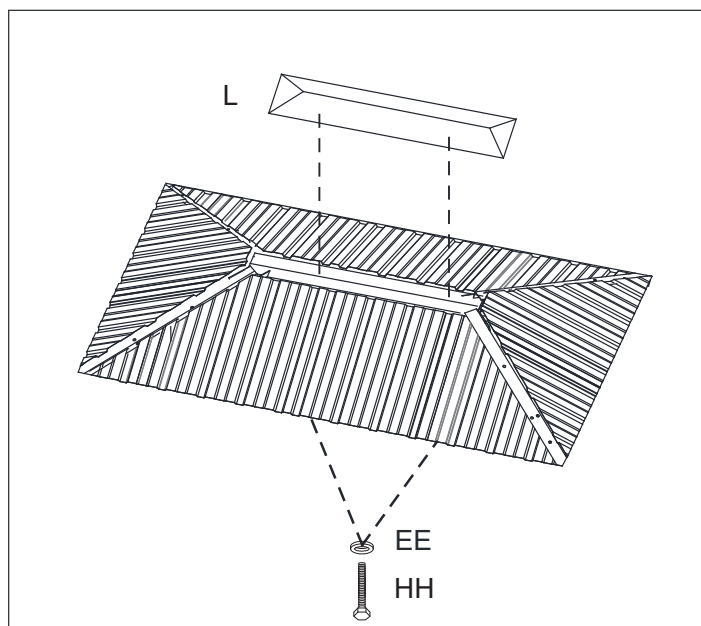
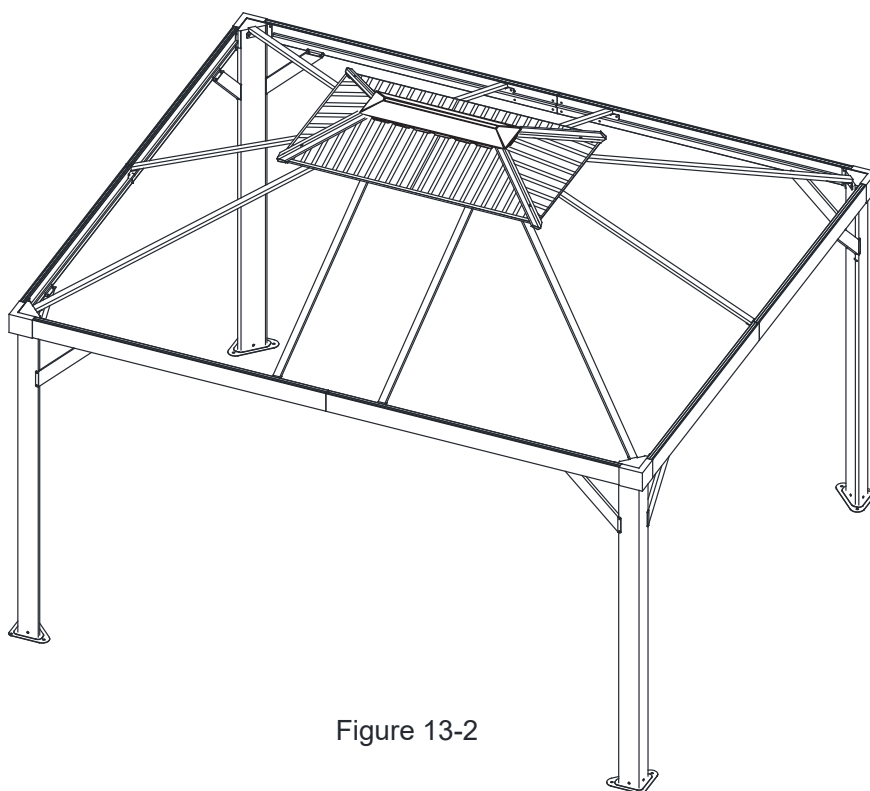

Figure 13-3
Figure 13-2
13.2. Répéter l'opération pour tous les coins. Serrez tous les boulons. Voir la figure 13-2.
13.3. Attacher la garniture supérieure de l'évent de toit (L) au support central de l'évent de toit (K2) à l'aide des boulons (HH) et des rondelles (EE). Voir la figure 13-2 et la figure 13-3.